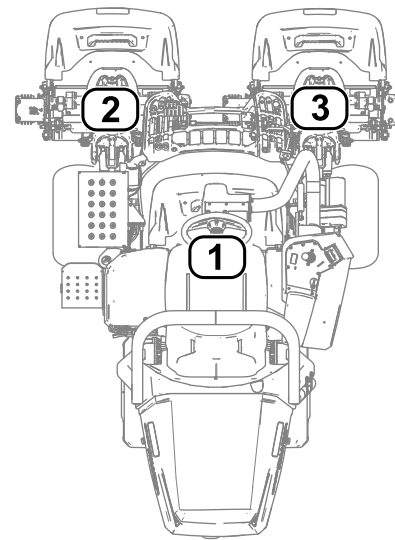

Figure 28
- **1** correspond à l'unité de coupe centrale (Figure 28)
- **2** correspond à l'unité de coupe avant gauche (Figure 28)
- **3** correspond à l'unité de coupe avant droite (Figure 28)